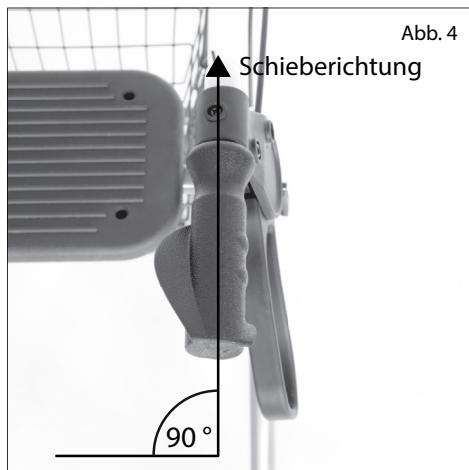

Abb. 4
1. Die Schiebegriffe müssen parallel zur Schieberichtung (vorwärts / geradeaus) eingestellt sein, wie auf der Abbildung (Abb. 4) dargestellt.